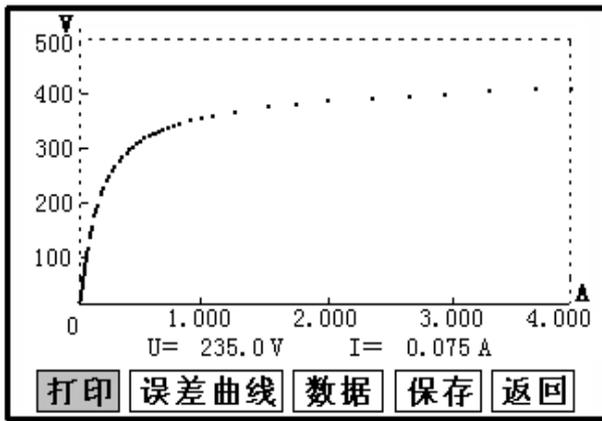
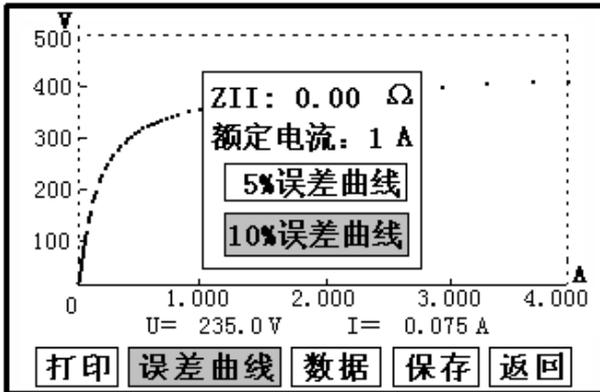

图 6
图 8
液晶屏上显示“检测中”，测试仪开始自动升压、升流，当测试仪检测完毕后，试验结束并描绘出伏安特性曲线图（如图 6）。
试验结束后，屏幕显示出伏安特性测试曲线（见图 6）。该界面上各操作功能如下：
- **误差曲线**：在图 6 的界面中，将光标移至“误差曲线”选定后，屏上将显示伏安特性试验的误差曲线的设置（见图 8）。选定后计算出的误差曲线如图 9。
如果用户想查看或转存其中的某一个记录，可以将光标移动到该组记录，点击后液晶屏上会显示此记录的伏安特性曲线，如图 6 所示，在此界面下，用户可以打印，计算误差曲线，查询拐点、数据等功能。